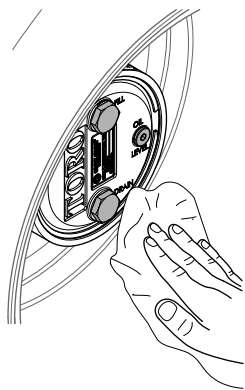

Рисунок 70
- Начисто протрите корпуса планетарного редуктора и тормоза (Рисунок 70).